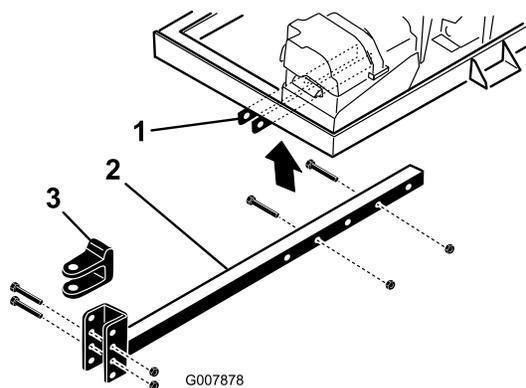

図 4
2. フレーム・ブラケットにヒッチチューブに差し込む図4。ボルト3/8 x 3インチ2本とフランジナット3/8インチを使用して、チューブをフレームに固定し、ボルトを40Nm 4.2kg.m = 30ft-lbにトルク締めする。
- ヒッチクレビス図4をヒッチチューブに固定しているボルトとロックナットを外す。
- ヒッチチューブをフレームブラケットに固定しているボルトとナットを外す 図 4。